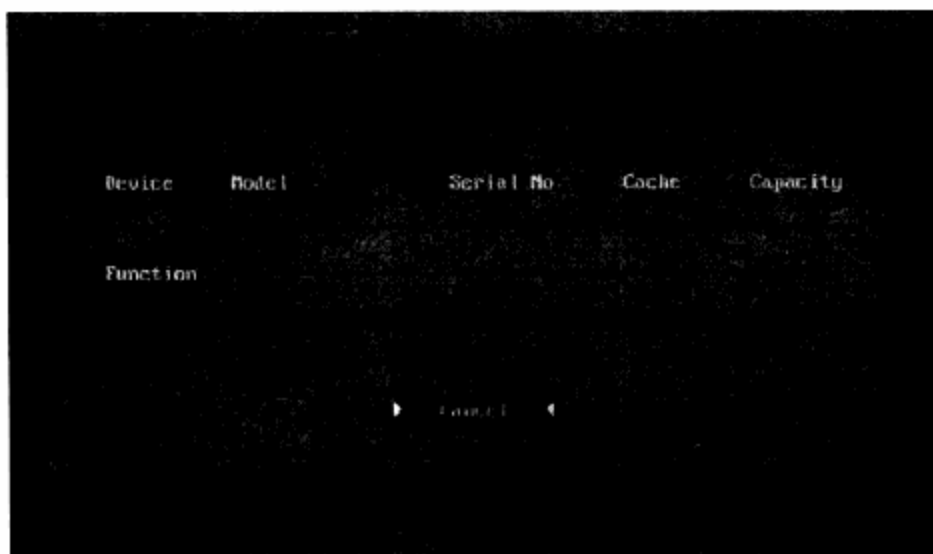

图9-32 硬盘检测界面
**步骤 04** 再将光标移动到Start按钮上，按Enter键后开始检测。在检测的时候，如果硬盘有问题DFT程序将自动修复。如图9-32所示。